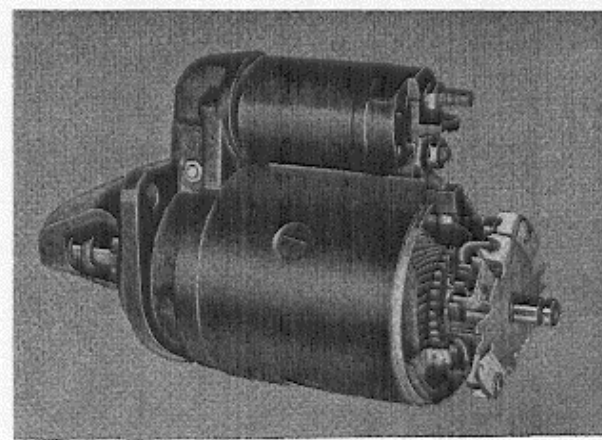

Abb. 45 Anlasser mit ausgebautem Lagerschild
4. Kommutatorlagerschild abheben. Zur Beachtung! Kohlebürsten mit Haltern sitzen auf dem Anker, siehe Abb. 45.